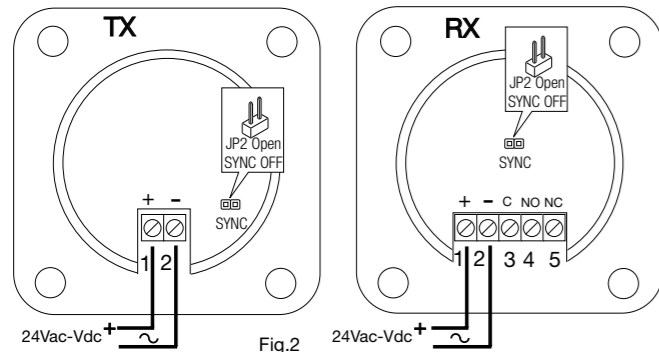

Fig.2
2) Insert the connecting cables through the container and connect them to the relevant terminal strips of the transmitter and the receiver (figure 2). The cables should be as short as possible, avoiding to make them run near interference sources (e.g. motors). Possibly assemble the receiver near the control unit.
2) Die Verbindungskabel durch den Kasten führen und an die entsprechenden Klemmleisten des Senders und des Empfängers schließen (Abbildung 2). Dabei sollten die Kabel so kurz wie möglich sein und nicht in der Nähe von Störungsquellen verlegt werden (z.B. Motoren). Der Empfänger sollte so nahe wie möglich neben der Einheit montiert werden.